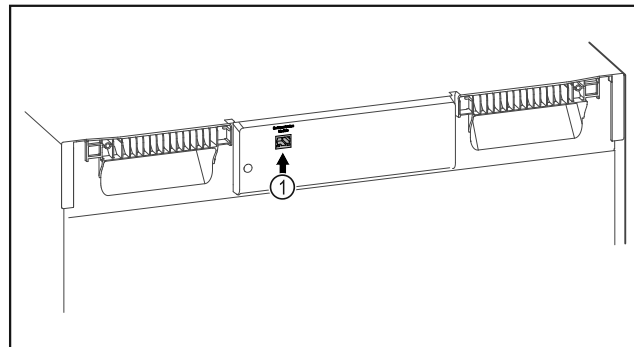

Fig. 126
- Moduli SmartModule Fig. 126 (1) është vendosur.